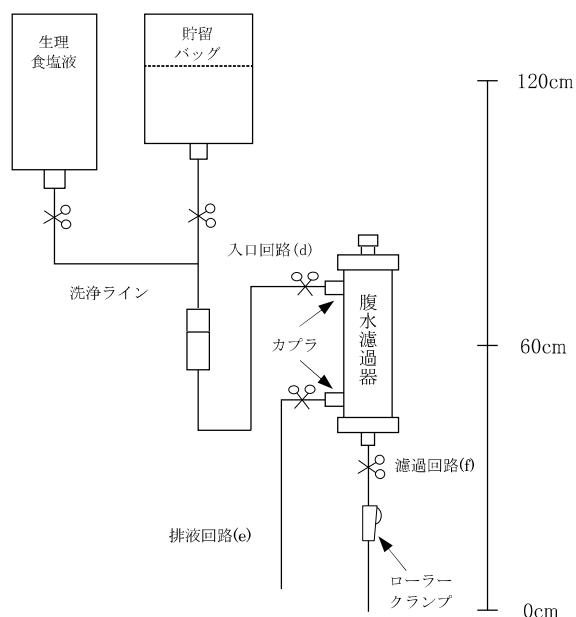

図5 外圧濾過法(落差式)の回路図
- *1) 原腹水を貯留した貯留バッグと入口回路(d)(エアー吸入口側)を接続する。(以降の手順に従い、図5の通り接続する)